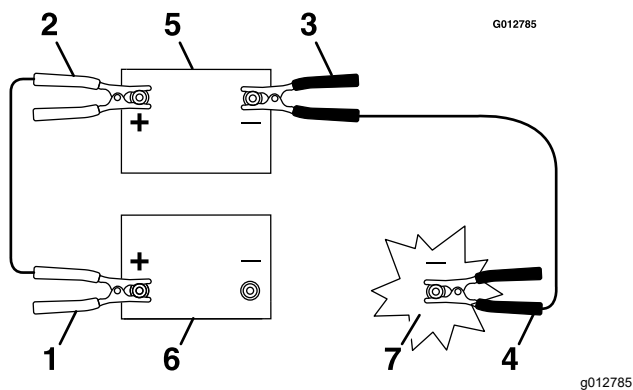

Рисунок 42
1. Подсоедините положительный (+) соединительный кабель (красный) к положительной клемме разряженного аккумулятора, как показано на Рисунок 42.
2. Подсоедините другой конец положительного кабеля к положительной клемме вспомогательного аккумулятора (Рисунок 42).
4. На машине с разряженным аккумулятором подсоедините другой конец отрицательного соединительного кабеля к блоку цилиндров двигателя в месте, находящемся на достаточном расстоянии от аккумулятора и ремней (Рисунок 42).
2. Отсоедините отрицательный кабель от блока цилиндров двигателя (Рисунок 42).
3. Отсоедините отрицательный кабель от разряженного аккумулятора (Рисунок 42).
4. Отсоедините положительный кабель от вспомогательного аккумулятора (Рисунок 42).
5. Отсоедините положительный кабель от разряженного аккумулятора (Рисунок 42).